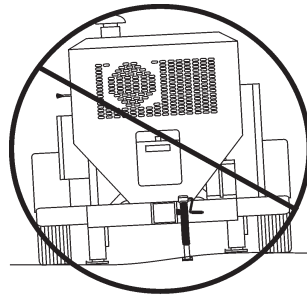

**Figura 15. Localizando los estabilizadores traseros**
1. Localice ambos estabilizadores traseros, el izquierdo y el derecho (Figura 15).